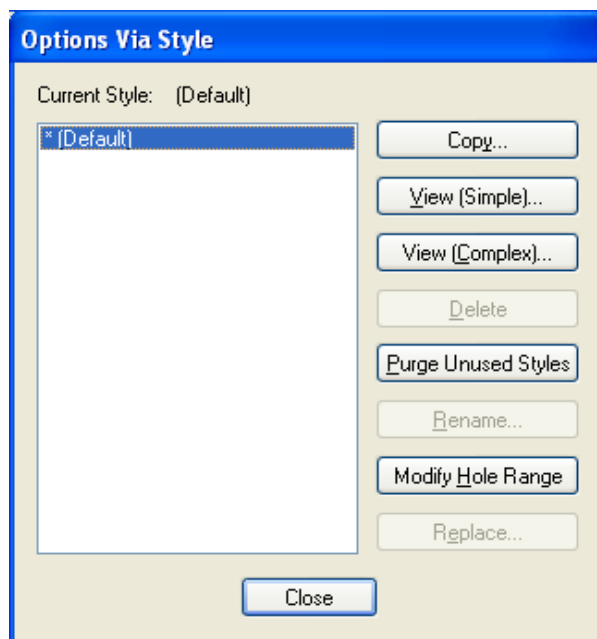

Рисунок 3.6 - Окно **Options Via Style**
- Нажать на кнопку **Via Style**. Откроется окно **Options Via Style** (рис. 3.6). По умолчанию имеется только стиль **Default**.